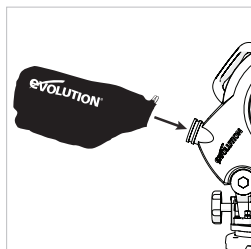

図29
- ・ クリップを広げた状態で排出口の溝にはめ込み、隙間ができないように取付けます。 (図29)